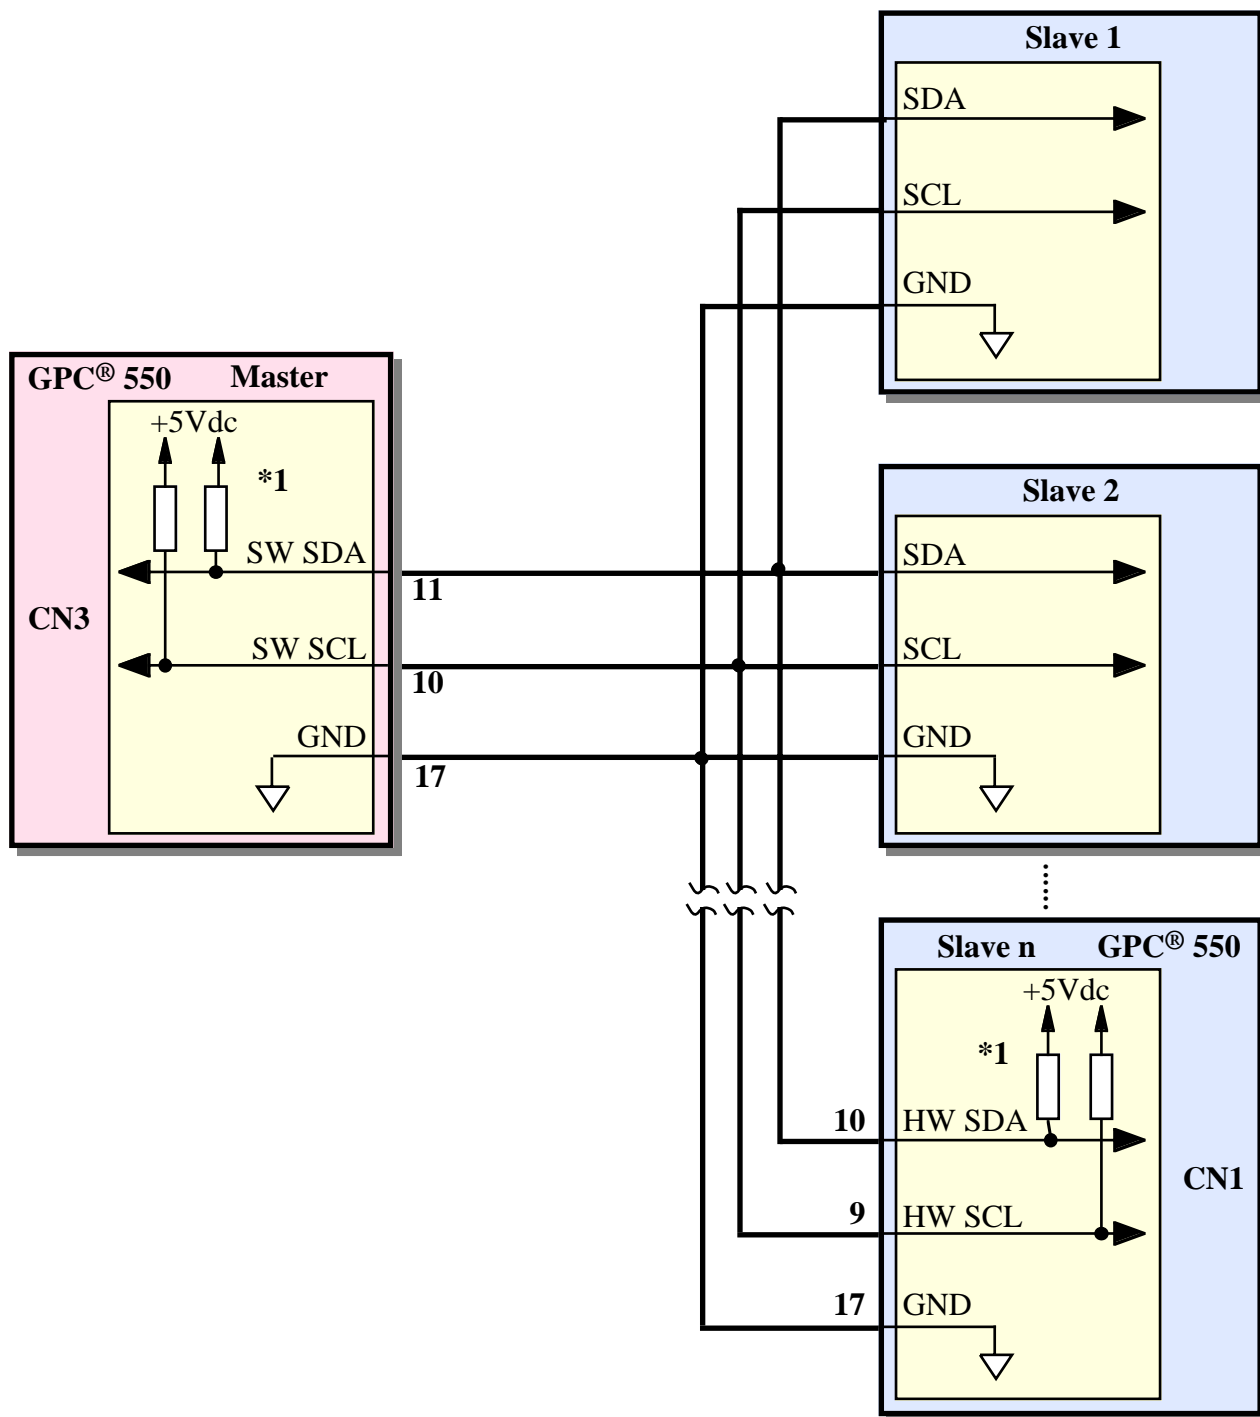

FIGURA 28: ESEMPIO COLLEGAMENTO IN RETE I2C BUS
- Anche i segnali I2C BUS sono a livello TTL, come definito dallo stesso standard; per completezza si ricorda solo che dovendo realizzare una rete con numerosi dispositivi e con una discreta lunghezza è senza dubbio preferibile usare la linea I2C BUS hardware. Lo stadio d'uscita, le molteplici modalità operative ed il bit rate programmabili consentono infatti di comunicare in ogni condizione operativa. Nella realizzazione di una rete I2C BUS si deve tener conto che su entrambe le interfacce I2C BUS della **GPC® 550** sono presenti delle resistenze di pull up, come illustrato nella figura 28.